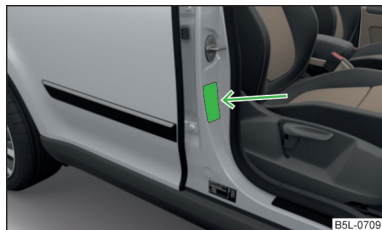

Fig. 149
- Pe stâlpul B, pe partea pasagerului față  fig. 149. Eticheta poate fi observată după deschiderea portierei pasagerului față.